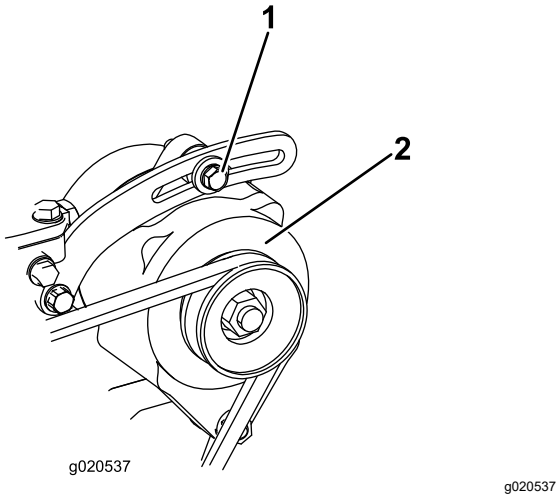

Figura 98
1. Si la desviación no es de 10 mm ($\frac{3}{8}$ "), afloje los pernos de montaje del alternador (Figura 98).